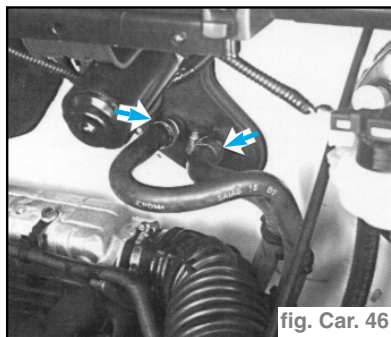

fig. Car. 46
- Desserrer les colliers indiqués et déposer les tuyaux flexibles d'amenée et de retour liquide de refroidissement. (fig. Car. 46)